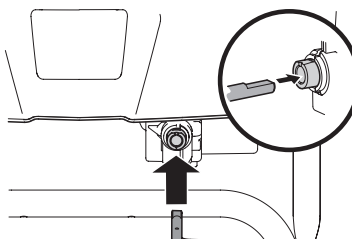

Figura 2-43
5. Inserte el otro extremo de la varilla de control del canal en el acoplador que se encuentra debajo del panel de la manija. Asegúrese de alinear el extremo plano de la varilla y el extremo plano del acoplador. Puede ser necesario girar la varilla hasta que se alineen estas dos superficies. Consulte el recuadro Figura 2-43.